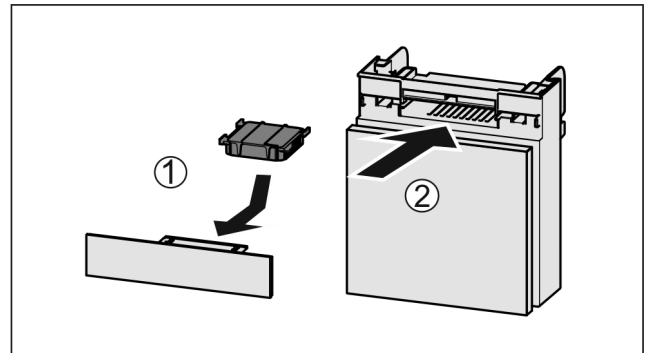

Fig. 139
- Aktivkohlefilter nach Abbildung einsetzen Fig. 139 (1).
- Fach einschieben Fig. 139 (2).